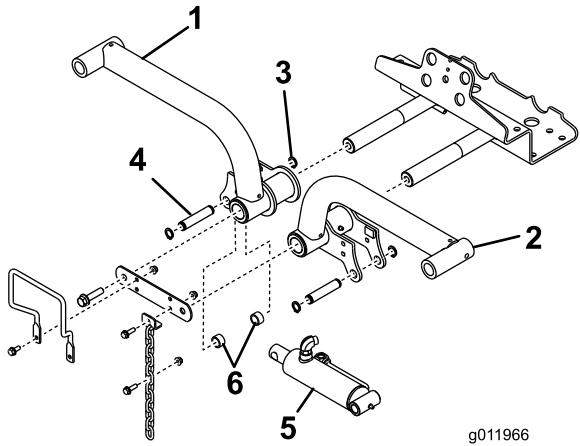

Рисунок 15
- Вставьте подъемные рычаги в оси поворота подъемных рычагов (Рисунок 15) и закрепите каждый с помощью ранее снятых тяг оси поворота подъемного рычага и болтов.
- Прикрепите правый конец подъемного цилиндра к правому подъемному рычагу с помощью штифта и двух разделителей (Рисунок 15). Закрепите с помощью стопорного кольца.